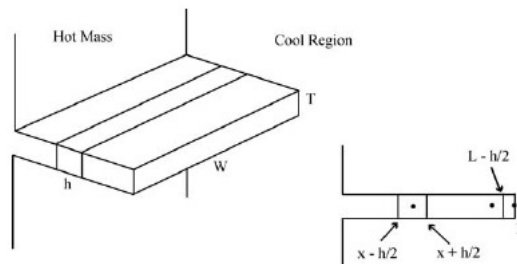

Figure 2: Geometria do Resfriador
Considere o problema de resfriar uma massa aquecida como mostra a Fig. 2. Exemplos podem incluir o resfriamento de chips de computadores ou amplificadores elétricos. O modelo matemático que descreve a transferência de calor na direção unidimensional x é dado pela Eq. (2). Detalhes sobre a definição do modelo matemático pode ser encontrado em (*), disponível na página do curso.
onde K é a condutividade térmica, u_{ref} é uma temperatura de referência, u_0 é a temperatura inicial da massa e c_{ref} é a habilidade da superfície do resfriador de transmitir calor na região. A constante C e o termo fonte f são funções da geometria do resfriador (observe a Fig. 2), dadas por: